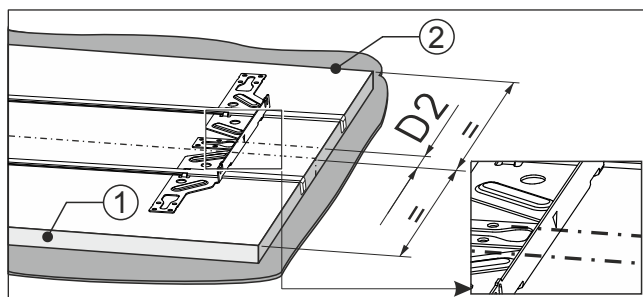

Fig. 92
- Oznaka montažne prečke je na oznaci Fig. 92 (D2).